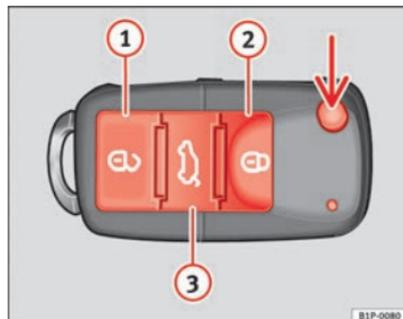

Fig. 46 Teclas de la llave con mando a distancia
Con la tecla ⇒ fig. 46 (flecha) del mando, se desbloquea el paletón de la llave.
Desbloqueo del vehículo ☞ ⇒ fig. 46 ①.
Bloqueo del vehículo ☞ ⇒ fig. 46 ②.
Desbloqueo del portón trasero. Pulse la tecla ☞ ⇒ fig. 46 ③ hasta que todos los intermitentes del vehículo parpadeen brevemente. Al pulsar la tecla de desbloqueo ☞ ③, dispone de 2 minutos para abrir el portón. Una vez transcurrido este tiempo se bloqueará de nuevo.
- Pulse la tecla  ② ⇒ fig. 46 del mando a distancia.
- Pulse la tecla  ① ⇒ fig. 46 del mando a distancia.
Para cambiar el estado de bloqueo/desbloqueo, accione el pulsador  o la tecla ① ⇒ fig. 46 de la llave del mando a distancia.